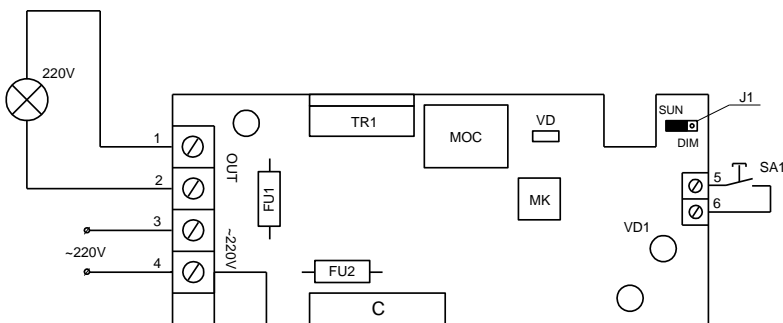

Рис. 1 Схема подключения внешних элементов (переключка J1 в положении режима «рассвет/закат»).
(переключка J1 в положении «DIM», рис.1)
- Подключите нагрузку к клеммам, обозначенным на печатной плате «OUT», как показано на рис.1
- Подключите внешнюю кнопку управления SA1 к клеммам 5 и 6 (рис.1).